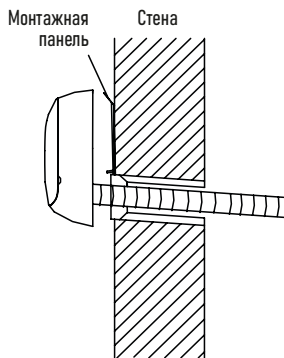

Рисунок 7
- Расположите соединительные трубы, кабель, дренажный шланг, как показано на рис. 5, а затем подсоедините дренажный шланг к сливному отверстию. Дренажный шланг должен быть проложен под наклоном (вниз) (рис. 7). Скрепите соединительные трубы, кабели и дренажный шланг вместе виниловой лентой. Обеспечьте достаточное пространство между дренажной трубой и землей. Не ставьте дренажную трубу в воду или канаву.